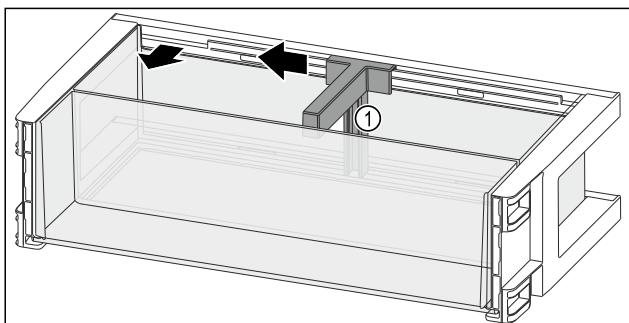

Fig. 92
- Potlačte držiak fliaš Fig. 92 (1) až k vybraniu do strany.
- Odoberte držiak fliaš Fig. 92 (1).